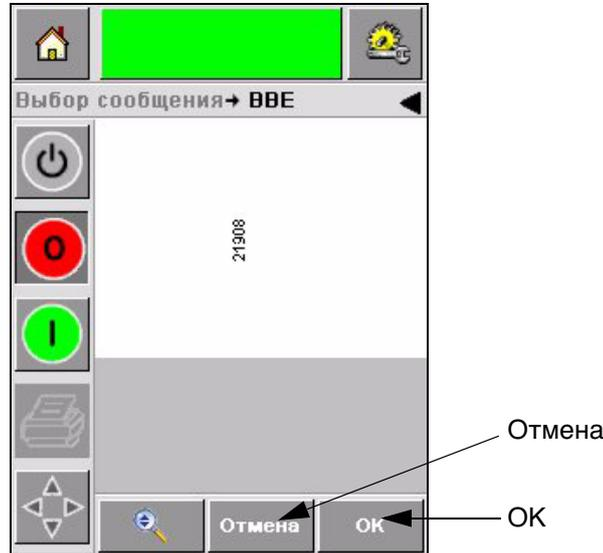

Рисунок 5-6: Просмотр задания
Если Вам нужно отменить процесс выбора работы, коснитесь кнопки *Отмена* или кнопки *Домой* (смотреть Рисунок 5-6 на странице 5-5).
- 4 Когда Вы выбираете нужное задание, CLARiTY отображает предварительный просмотр печати выбранного задания (Рисунок 5-6).
- 5 Коснитесь пиктограммы **ОК** если показанная информация верна (Рисунок 5-6). Принтер начнет печать задания.